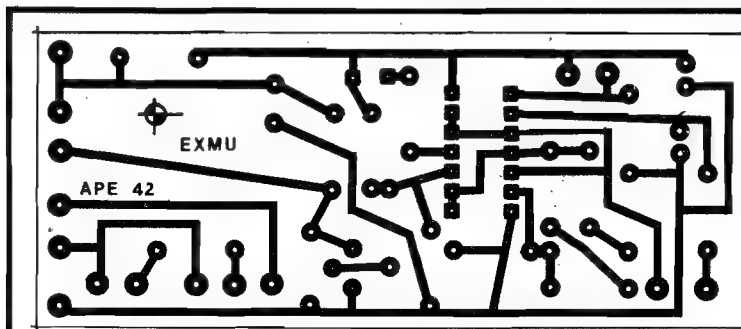
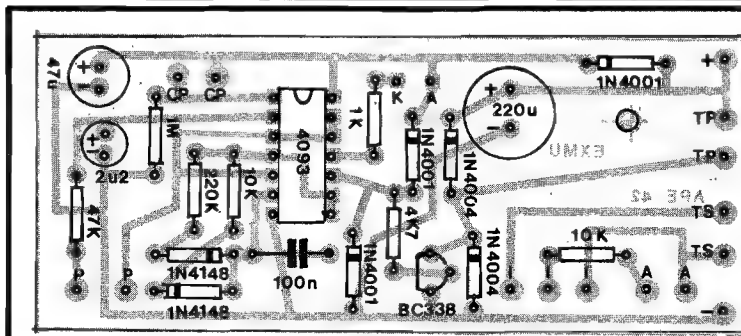
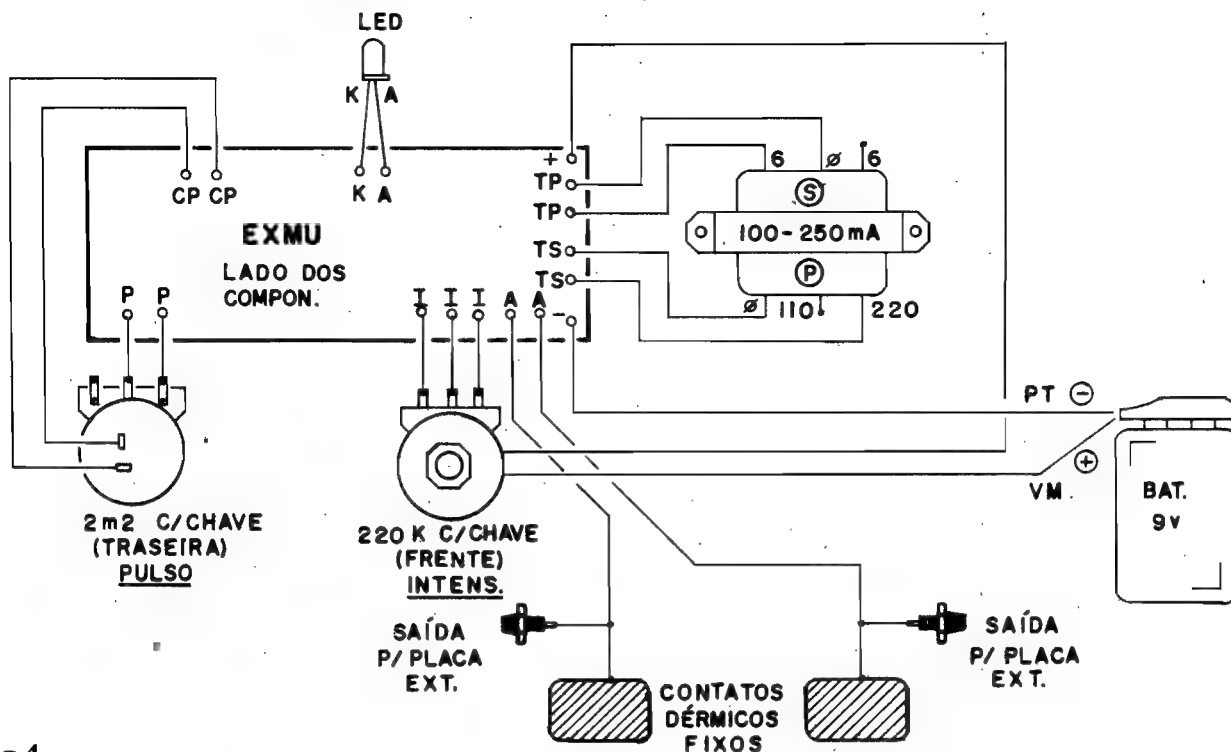

Fig.2
Fig.3
Fig.4
- FIG. 2 - CIRCUITO IMPRESSO ESPECÍFICO - O lay out, pequeno e descomplicado, é visto em tamanho natural na figura... É só copiar, cuidadosamente, para a devida confecção da placa... Quem optar pela aquisição em KIT (ver Anúncio, em outra parte da presente APE...) já receberá a plaquinha pronta, inclusive com a demarcação do "chapeado" (fig. 3) em silk screen, o que facilita enormemente a montagem... De qualquer modo, seja a placa "feita em casa", seja obtida com o KIT, convém verificá-la e conferi-la com bastante atenção, antes de começar as soldagens. Qualquer pequeno defeito é facilmente corrigível nessa fase (depois das peças soldadas, fica complicado...).
- FIG. 3 - CHAPEADO DA MONTAGEM - Os componentes, suas aparências estilizadas (ou símbolos convenientes...), códigos, valores, polaridades, etc., tudo demarcadinho com clareza, sobre o lado não cobreado da placa... Ao principiante, basta guiar-se pelo desenho, inserindo cada componente com atenção e cuidado. Em dúvida, basta recorrer ao TABELÃO APE. Quanto às soldagens, as INSTRUÇÕES
- FIG. 4 - CONEXÕES EXTERNAS À PLACA - Tão importantes quanto a ligação/soldagem das peças sobre a placa (fig. 3), são as conexões periféricas, detalhadas na figura. Notem que o Circuito Impresso continua "olhado" pela face não cobreada, estando todas as ilhas periféricas devidamente codificadas (comparar com a figura anterior). Atenção aos seguintes pontos:
xa final. Também é conveniente adotar-se várias cores diferentes para os diversos cabinhos de conexão, de modo a estabelecer uma espécie de "código particular" (é bom ir marcando as cores dos fios, sobre a fig. 4, à medida em que as conexões são completadas) que facilitará muito a pesquisa, correção de erros e eventual manutenção, no futuro... Fica obviamente mais fácil de achar "qual fio vai onde", se estes tiverem cores distintas e individualizadas...